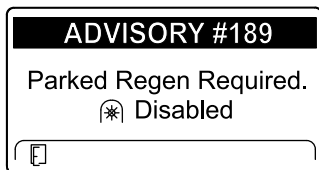

Рисунок 42
- Если вы не выполните стационарную регенерацию в течение 2 часов, дисплей инфо-центра отобразит сообщение «Требуется стационарная регенерация — вал отбора мощности выключен» — ИНФОРМАЦИОННОЕ СООБЩЕНИЕ № 189 (Рисунок 42).